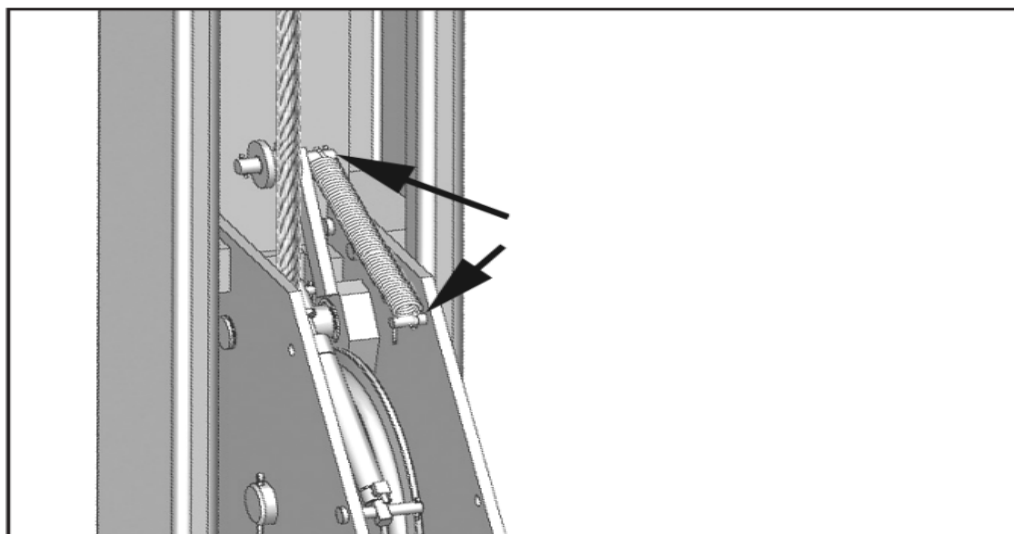

Рис. 13
1. Проверьте концы пружин прижимной пластины, убедитесь, что они не повреждены и надежно закреплены. **НЕ ПЫТАЙТЕСЬ ПОДНИМАТЬ ПОДЪЕМНИК, ЕСЛИ ПРУЖИНЫ НЕ ЗАКРЕПЛЕНА И РОЛИКИ НЕ НАХОДЯТСЯ НА РАССТОЯНИИ ОТ СТОПОРНОЙ ПЛАСТИНЫ, см. рис. 13.**